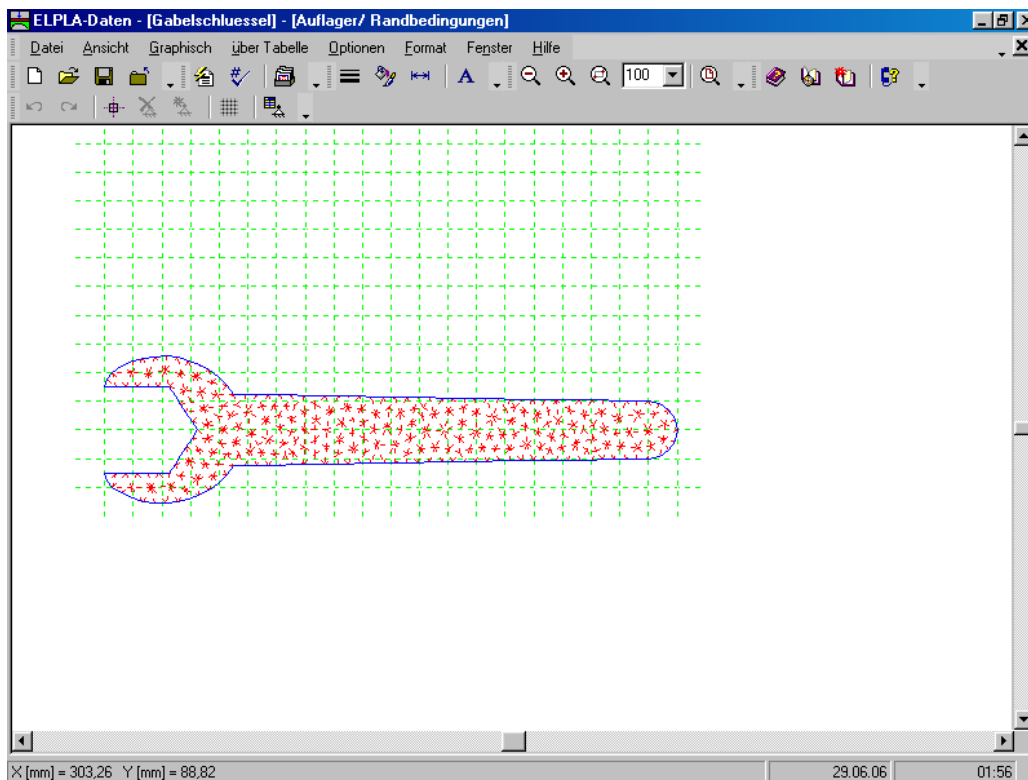

Bild 5-19 Eingebettetes Programm "Auflager/ Randbedingungen"
- Wählen Sie "Daten der Auflager/ Randbedingungen" aus dem "Datei"-Menü des *ELPLA-Daten*-Fensters. Das folgende eingebettete Programm im Bild 5-19 erscheint